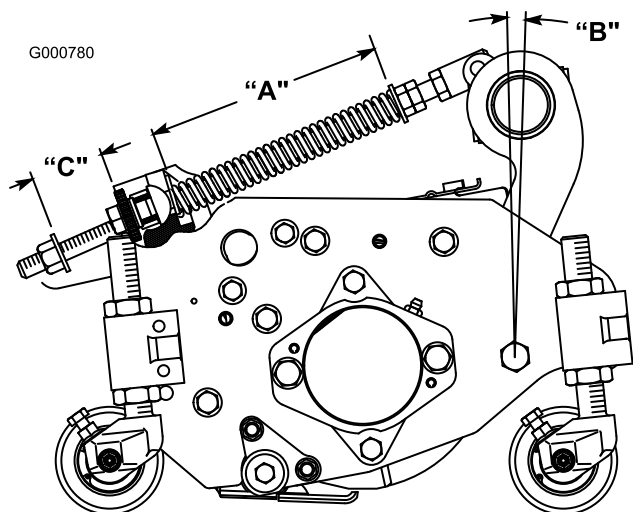

Figura 8
La molla di compensazione del manto erboso (Figura 8) collega il telaio portante all'elemento di taglio e regola l'entità della rotazione avanti e indietro a disposizione, come pure la distanza da terra durante il trasferimento e il cambio di direzione.
1. Serrate il dado di bloccaggio a tergo dell'asta della molla fino ad ottenere una luce (C) di 25 mm tra la parte posteriore della staffa a molla e la parte anteriore della rondella (Figura 8).
2. Serrate i dadi esagonali sul lato anteriore dell'asta della molla, finché la lunghezza compressa (A) della molla non è di 203 mm (Figura 8).
Nota: Per il taglio di tappeti erbosi irregolari od ondulati aumentate la lunghezza compressa (A) della molla a 216 mm, e la distanza (C) tra la parte posteriore della staffa della molla e la parte anteriore della rondella a 38 mm (Figura 8).